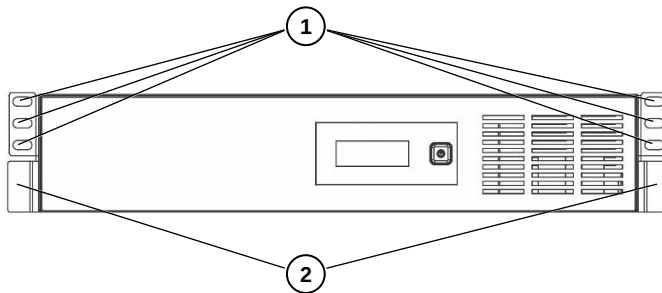

Abb. 5-1 Ausrichtung als Einschubgerät für die gesamte OFFICE-RM-Serie.
- Beachten Sie die vorgegebene Installationslage (siehe Abb. 5-1);